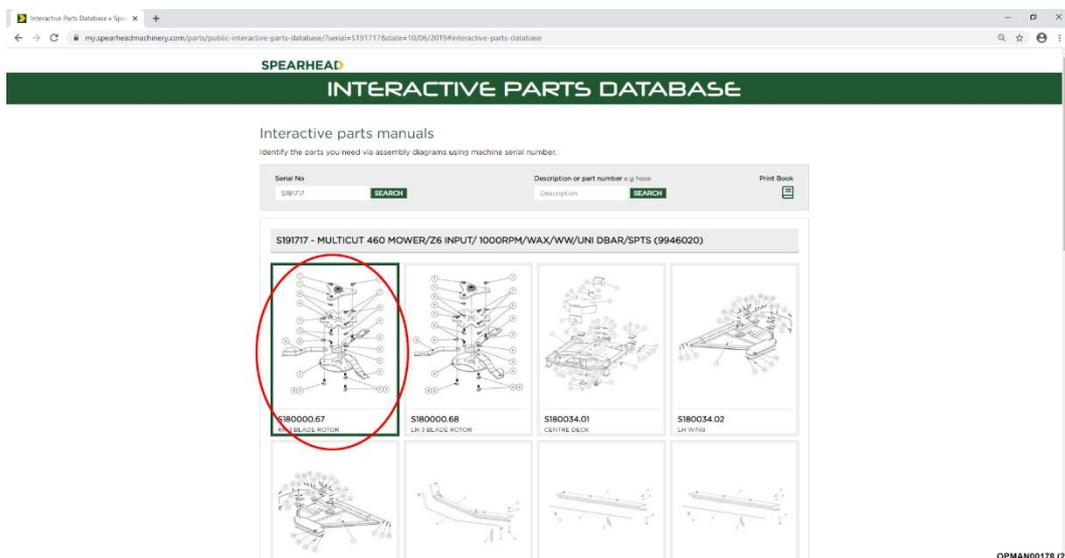

Abbildung 7.3 - Klicken Sie auf die Baugruppe
7.1.1.3 Nach Anklicken der Seriennummer erscheint eine vollständige Teileübersicht, die spezifisch für die Maschinen-Seriennummer ist und die verschiedenen Teile und Baugruppen der Maschine zeigt. Klicken Sie auf das gewünschte Baugruppenbild, siehe Abbildung 7.3.